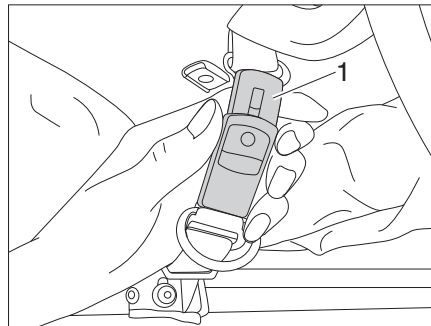

Figura 9 Abrir el cinturón de retención
- Abrir cinturones de retención (Figura 9,1).